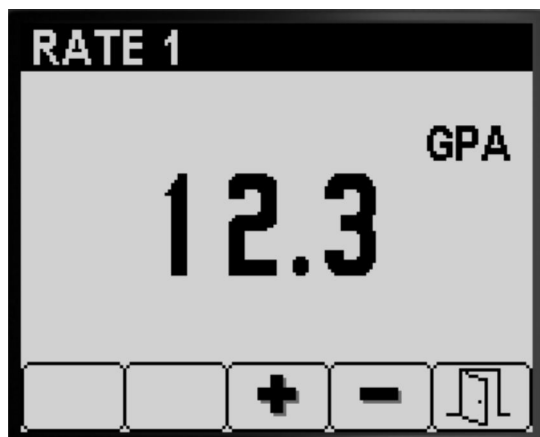

Рисунок 7
3. Нажимайте кнопки 3 или 4, чтобы увеличить или уменьшить норму внесения опрыскивателя (Рисунок 7).